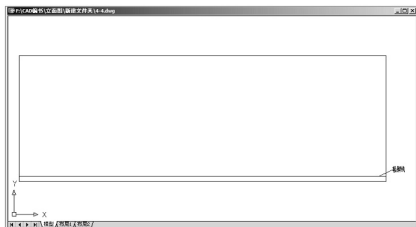

图 4.4 偏移生成勒脚线
- ④ 单击【修改】工具栏上的【偏移】图标,启动【偏移】命令,将最下面的水平线向上偏移 600mm,结果如图 4.4 所示。